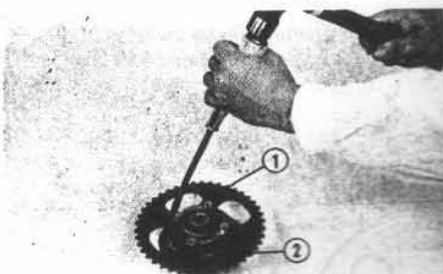

Fig. 78 ① Achterkettingtandwiel ② Tandwielnaaf
- 8) Buig de borgplaatlippen van de bevestigingsmoeren en neem het tandwiel van de naaf. (Fig. 78)